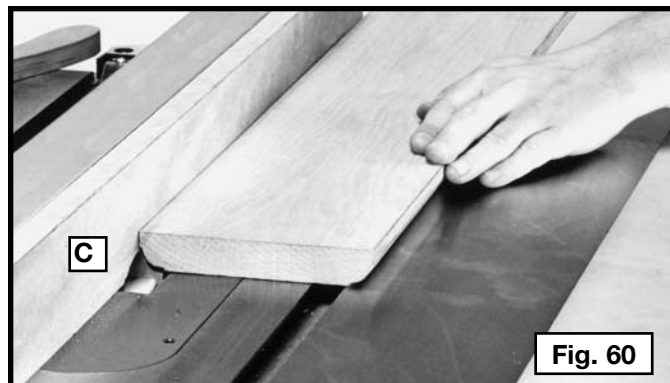

Fig. 60
2. Cuando use el cabezal portacuchilla para moldura, agregue un revestimiento de madera (C) al frente de la guía de corte (Fig. 60). El revestimiento de madera se sujeta a la guía con tornillos, a través de los orificios que se hacen en la guía. Cualquier material de 19,05 mm (3/4") de espesor es adecuado para la mayoría de los trabajos, aunque algunos trabajos pueden requerir revestimientos de 25,4 mm (1").
3. Coloque el revestimiento de madera sobre el cabezal portacuchilla, que debe estar por debajo de la superficie de la mesa. Encienda la sierra y levante el cabezal portacuchilla. El cabezal portacuchilla corta su propia ranura en el revestimiento de madera. La Fig. 60 muestra una operación para moldura típica.